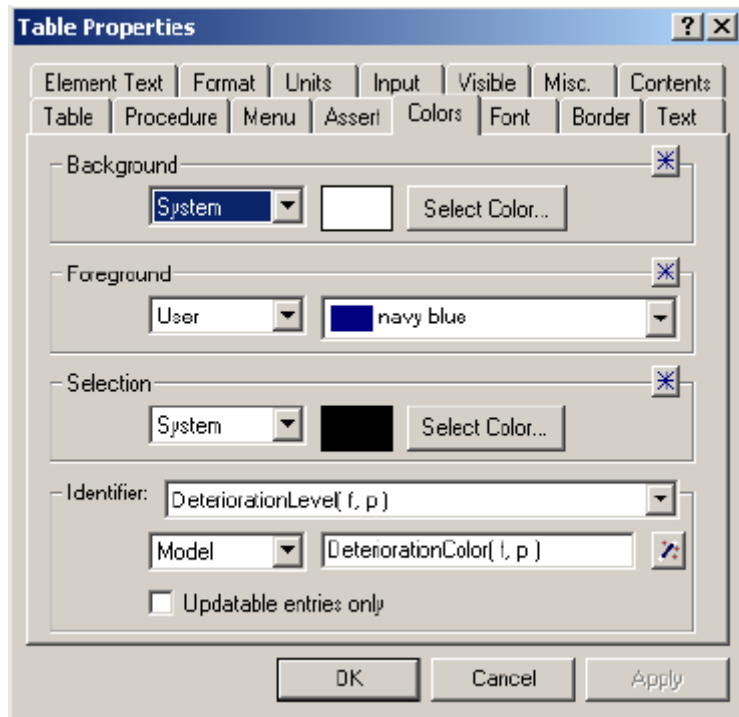

图 11.21: Table properties 对话框中 Colors 选项
- 使用向导按钮 （如图 11.21）选择标识符 DeteriorationColor(f,p)，然后